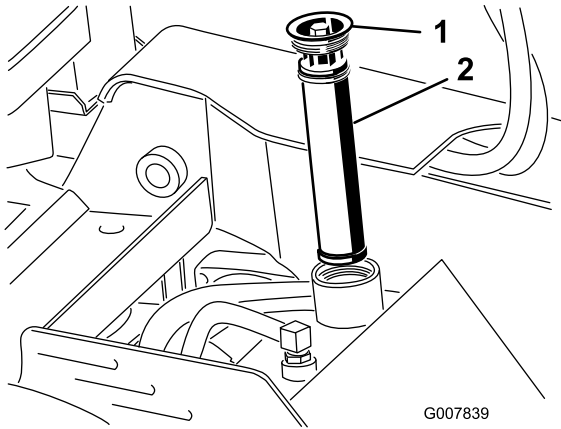

Figura 54
- Pulite l'area intorno al collo del bocchettone del serbatoio idraulico e rimuovete il tappo ed il filtro dal collo del bocchettone usando una chiave a tubo (Figura 54).
- Togliete il tappo di riempimento del serbatoio idraulico e il filtro (Figura 54).
- Inserite il filtro idraulico e il tappo di riempimento (Figura 54) e serrate il bullone in alto a una coppia compresa tra 13–15,5 N·m.